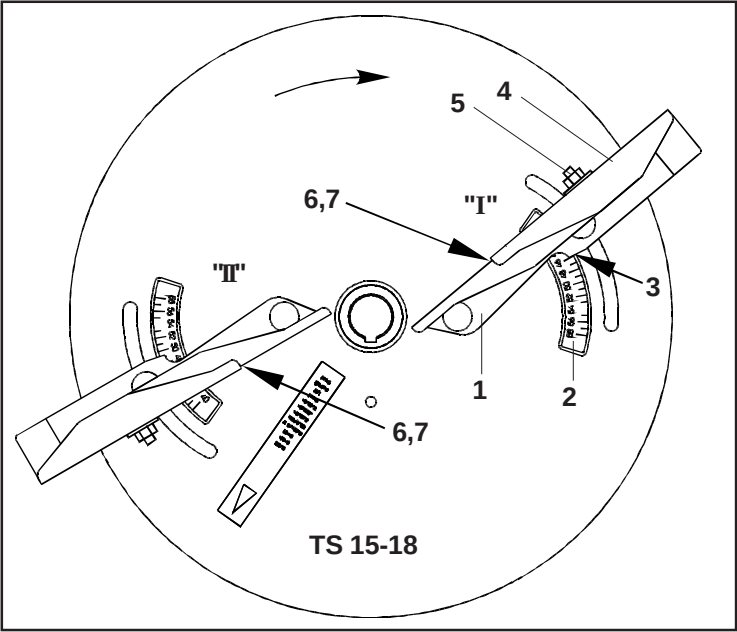

Рис. 7.22
- Грань считывания (Рис. 7.22/7) лопасти „I“ установите на буквенное значение „В“ и закрепите внешнюю часть лопасти. Лопасть „I“ переместите на цифровое значение „51“ и закрепите.
- Грань считывания (Рис. 7.22/7) лопасти „II“ установите на буквенное значение „Е“ и закрепите внешнюю часть лопасти. Лопасть „II“ переместите на цифровое значение „42“ и закрепите.